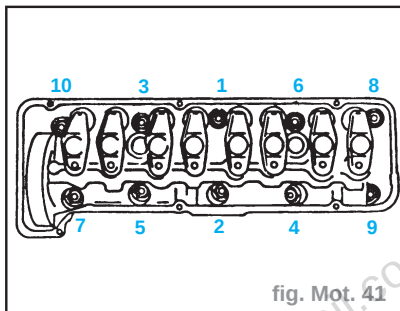

fig. Mot. 41
- Serrer les vis de culasse à **6 daN.m** dans l'ordre représenté (fig. Mot. 41).